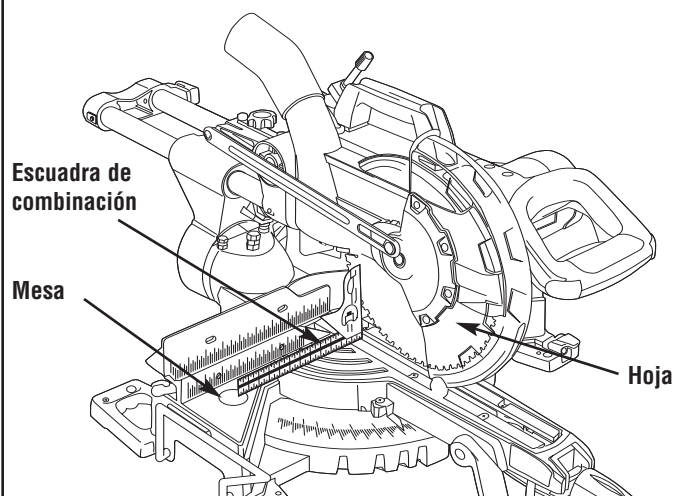

Figura 6. Hoja en ángulo recto con la mesa
4. Use una escuadra de combinación para comprobar si la hoja está en ángulo recto con la mesa. Coloque la escuadra de combinación sobre la mesa y presiónela contra la hoja. Si la hoja no hace contacto con toda la longitud de la escuadra (Figura 6), siga el procedimiento de alineación.